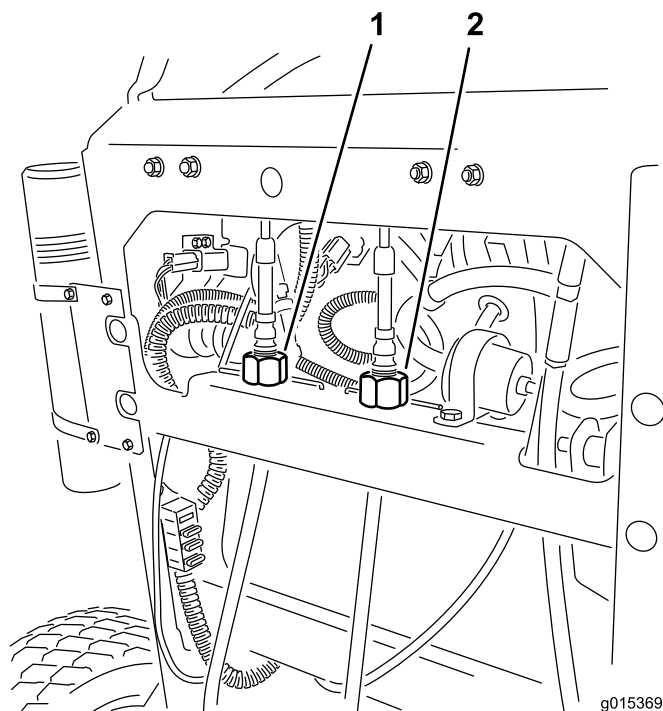

Figure 28
6. Tournez le dispositif de réglage du câble gauche que pour que la vitesse de la roue gauche corresponde à celle de la roue droite réglée précédemment. Ajustez 1/4 de tour à la fois jusqu'à ce que la machine se déplace en ligne droite (Figure 28).